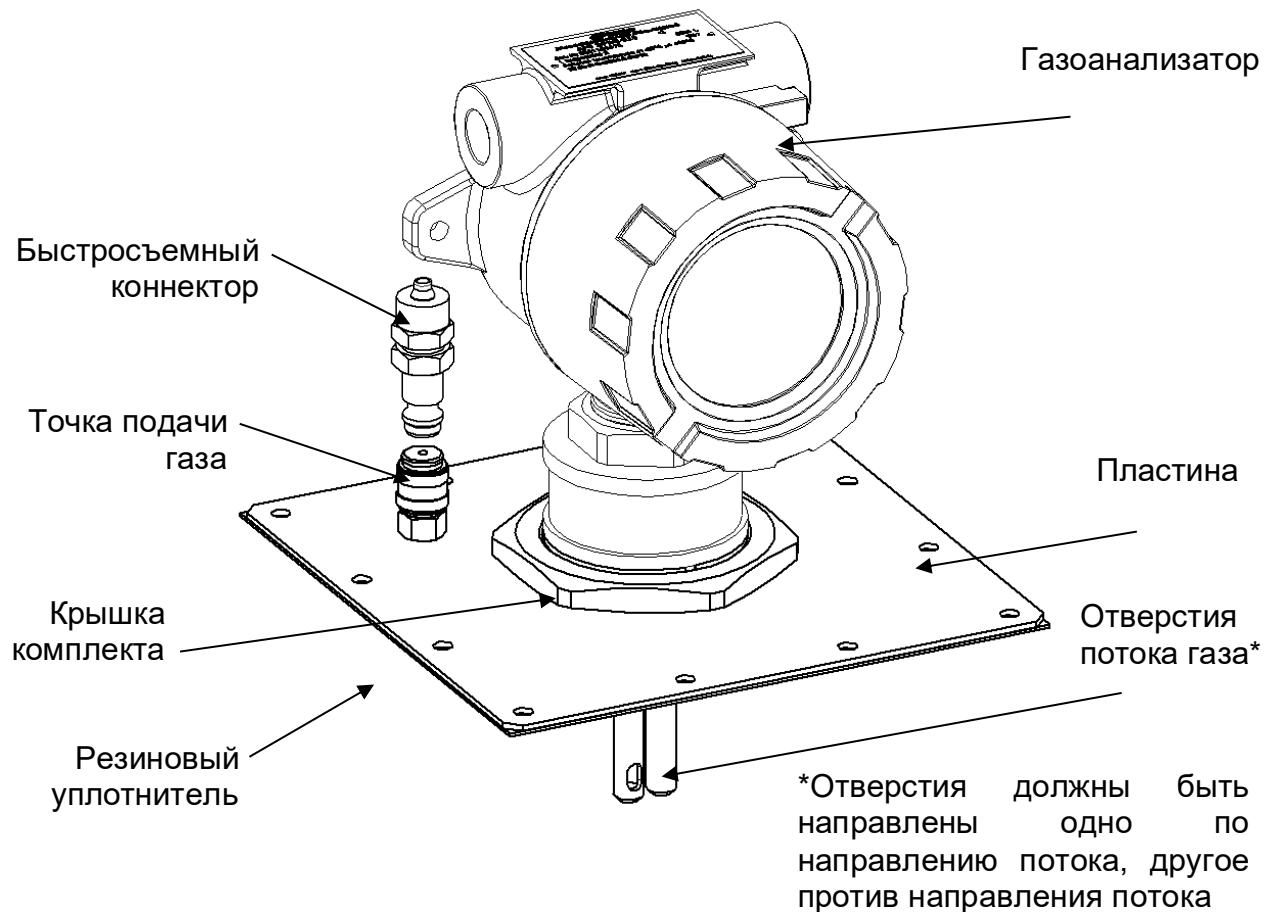

Рисунок 13 – Внешний вид газоанализатора и комплекта для монтажа в воздуховоде
- Вкрутить газоанализатор в крышку комплекта (рис. 13);